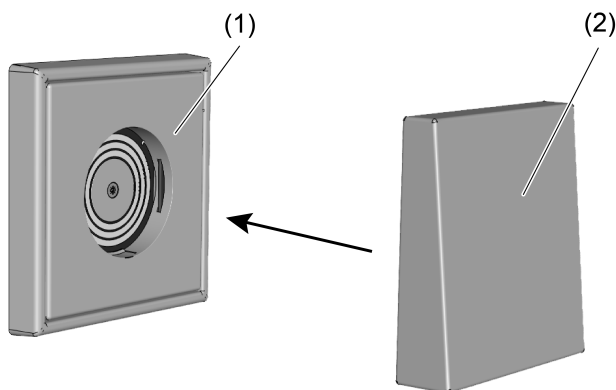

Bild 1: Montering av ljuspåsetsen
- Placera ljuspåsetsen (2) i det monterade ljusuttaget (1) (Bild 1).